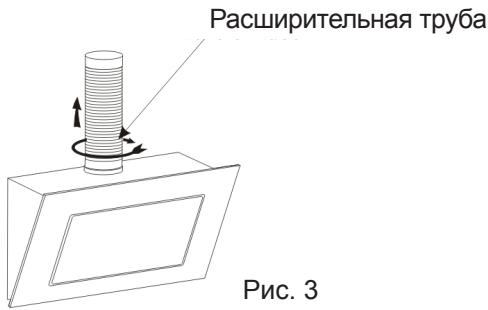

Рис. 3
- Установите расширительную трубу и вытяжную трубу на кухонную вытяжку. См. Рис.3